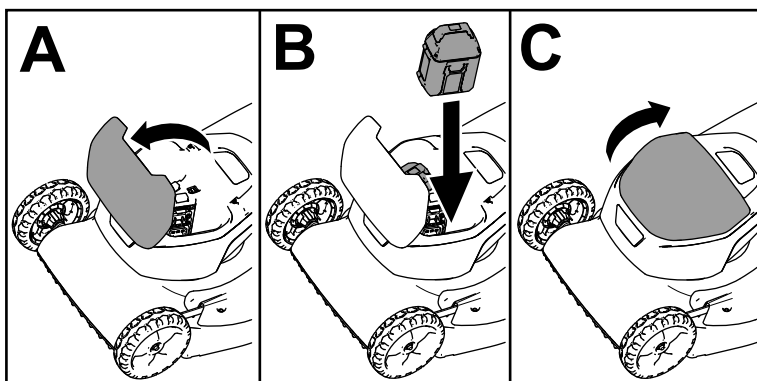

Figura 15
3. Eleve a tampa do compartimento da bateria (A de Figura 15).
4. Alinhe a cavidade da(s) bateria(s) com os ressaltos na máquina e deslize a bateria para o compartimento até que encaixe no sítio (B da Figura 15).
5. Feche a tampa do compartimento da bateria (C de Figura 15).